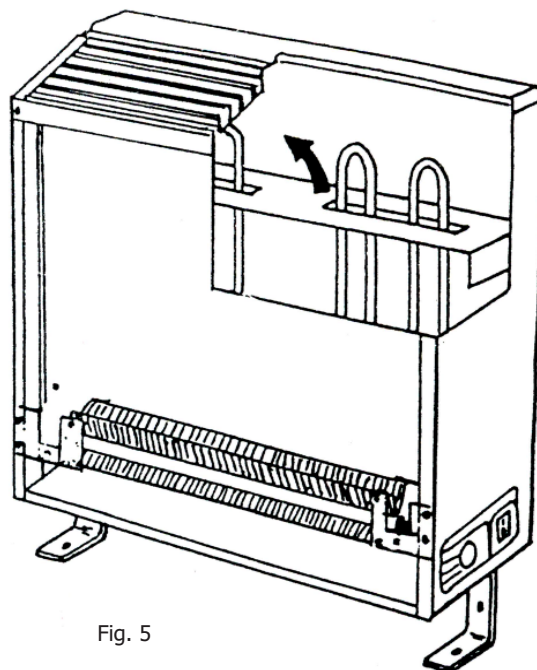

Fig. 5
- Démonter une résistance, maintenue par ses deux bornes dans le domino de raccordement en partie basse. Fig 5